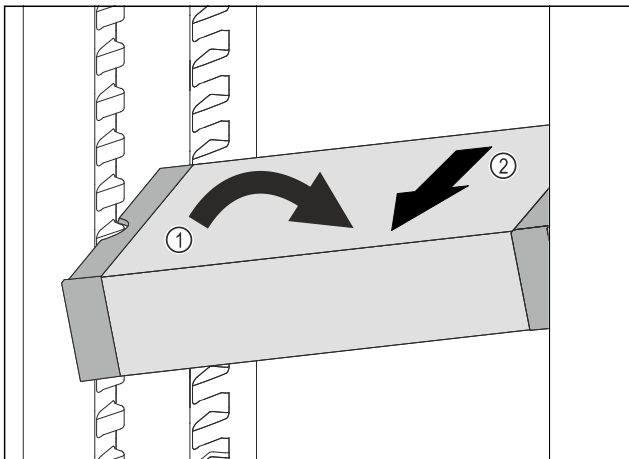

Fig. 57
- ▶ Расположите VarioSafe в холодильном отделении под наклоном. Fig. 57 (1)
- ▶ Извлеките VarioSafe движением вперед. Fig. 57 (2)